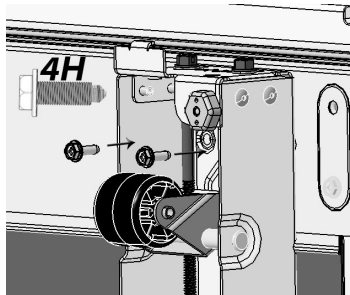

Fig. 5
- c. À l'aide des boulons 4H de l'étape 1, fixez l'avant de l'assemblage du niveleur au réfrigérateur/ congélateur à l'aide d'un tourne-écrou de  $\frac{5}{16}$  po (Fig. 5).